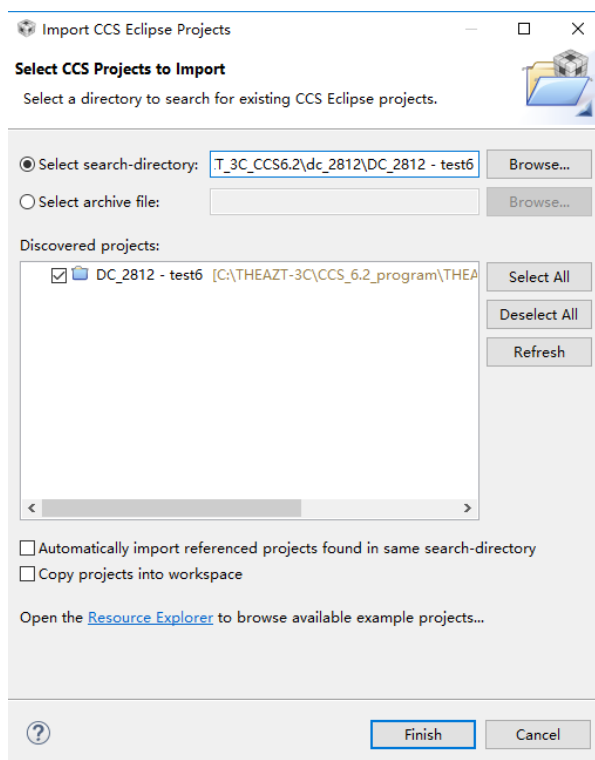

图15 导入工程“DC\_2812-test6”
② 点击菜单栏上的“Project”，选择“Import CCS projects...”。
③ 如图15所示，点击“Browse”，选择“THEAZT-3C\_CCS6.2\dc\_2812\DC\_2812-test6”文件夹导入工程。